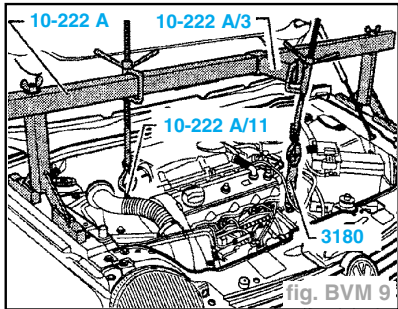

fig. BVM 9
- Monter le dispositif de maintien 10-222A avec les appuis 10-222A/1 et l'adaptateur 10-22A/3 (fig. BVM 9).